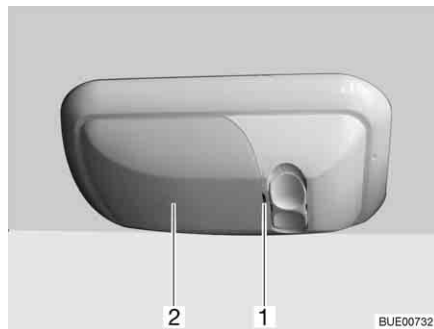

Bild 290 Garagenleuchte
- Abdeckung (Bild 290,2) vorsichtig mit einem geeigneten Werkzeug (z. B. Schraubendreher) an der Einkerbung (Bild 290,1) aushebeln und abnehmen.